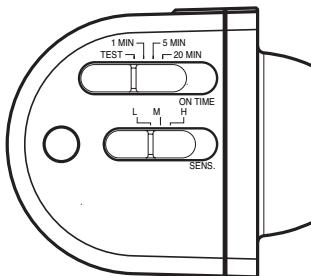

Figura 7
- Deslice el interruptor de sensibilidad (SENS) a la posición "LO" y el interruptor ON-TIME a la posición TEST (vea la Figura 7).